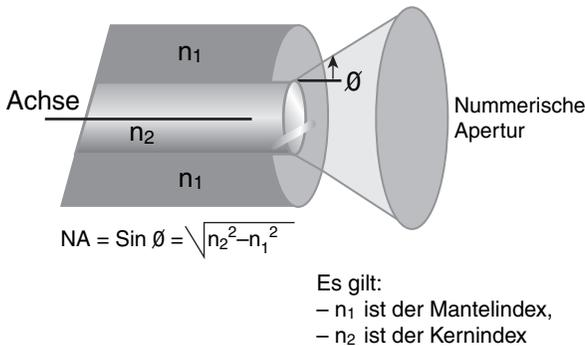

Abbildung 3.15: numerische Apertur
- **Die numerische Apertur der Glasfaser.** Die numerische Apertur des Kerns ist der Winkelbereich, in dem in die Glasfaser einfallende Strahlen intern vollständig reflektiert werden (Abbildung 3.15).